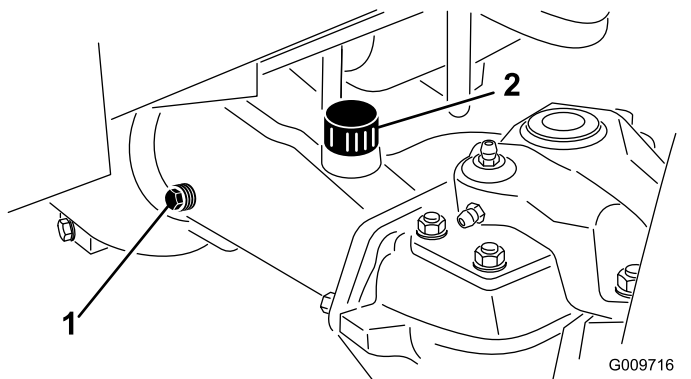

Figura 57
2. Rimuovete un tappo di controllo da un'estremità dell'assale e assicuratevi che il lubrificante raggiunga la parte inferiore del foro (Figura 57).